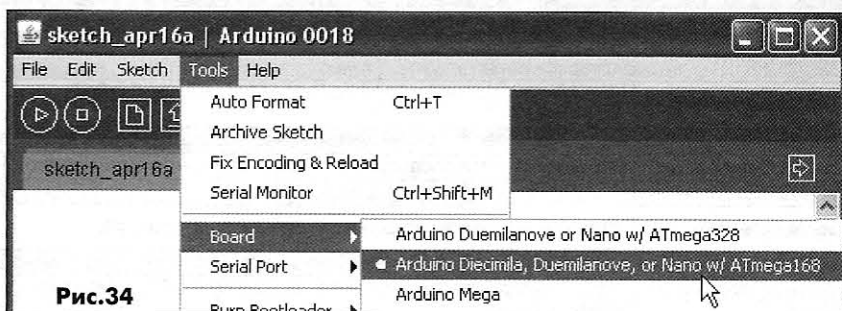
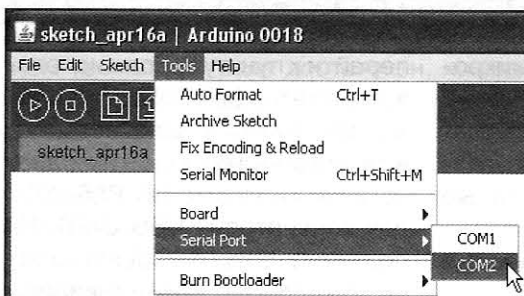

Рис.34
Рис.35
4. Запустить на выполнение файл C:/arduino-0018/arduino.exe. В главном меню выбрать тип фирменного модуля: «Tools-Board» (рис.34) и задать номер COM-порта: «Tools-Serial Port» (рис.35). Ориентироваться при выборе модуля следует по наименованию МК и по структурным схемам рис.3...8 (PA2/2010). В крайнем случае, можно применить испытанный радиолу-